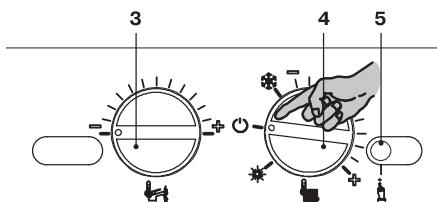

Рисунок 8.13
- Чтобы выйти из режима программирования, установите переключатель функции 4 в положение (Рисунок 8.13) и выключите электропитание котла.